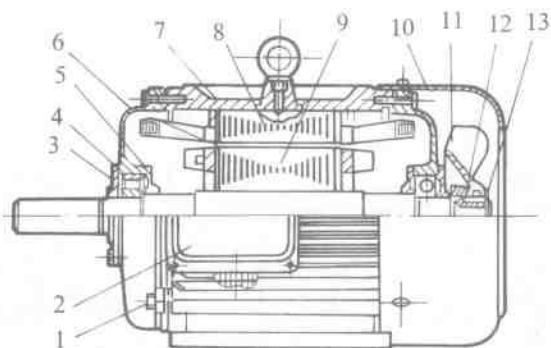
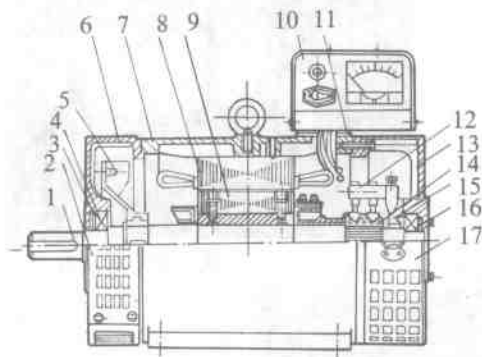

图 3-5 永磁发电机结构图
图 3-6 同步发电机结构图
- 4) 发电机运行 3~5 年,应与水轮机同时大修。大修后,应按大修后试验规程检验,合格后,再继续投入使用(图 3-5、图 3-6)。